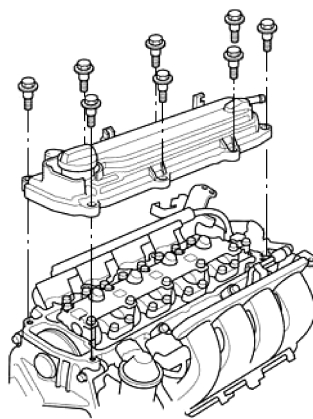

图 7-8 拆下气缸盖罩
- 4) 拧松气缸盖罩螺栓，拆下气缸盖罩，如图 7-8 所示。